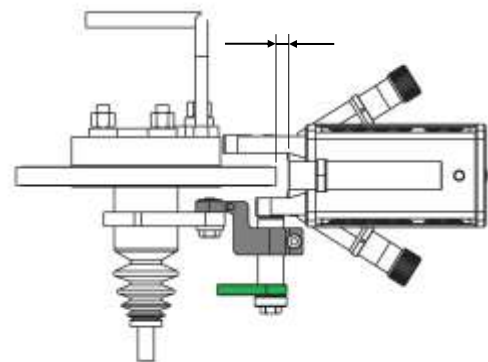

Fig. 43
1. Verificar o espaço entre a cabeça retificadora e o disco: Manter o espaço entre a cabeça retificadora e o disco o mais curto possível mas deixar pelo menos 5 mm (0,04 polegadas) de distância. Fig 43.
1. Colocar a DL2002 na posição ilustrada na fig. 43.